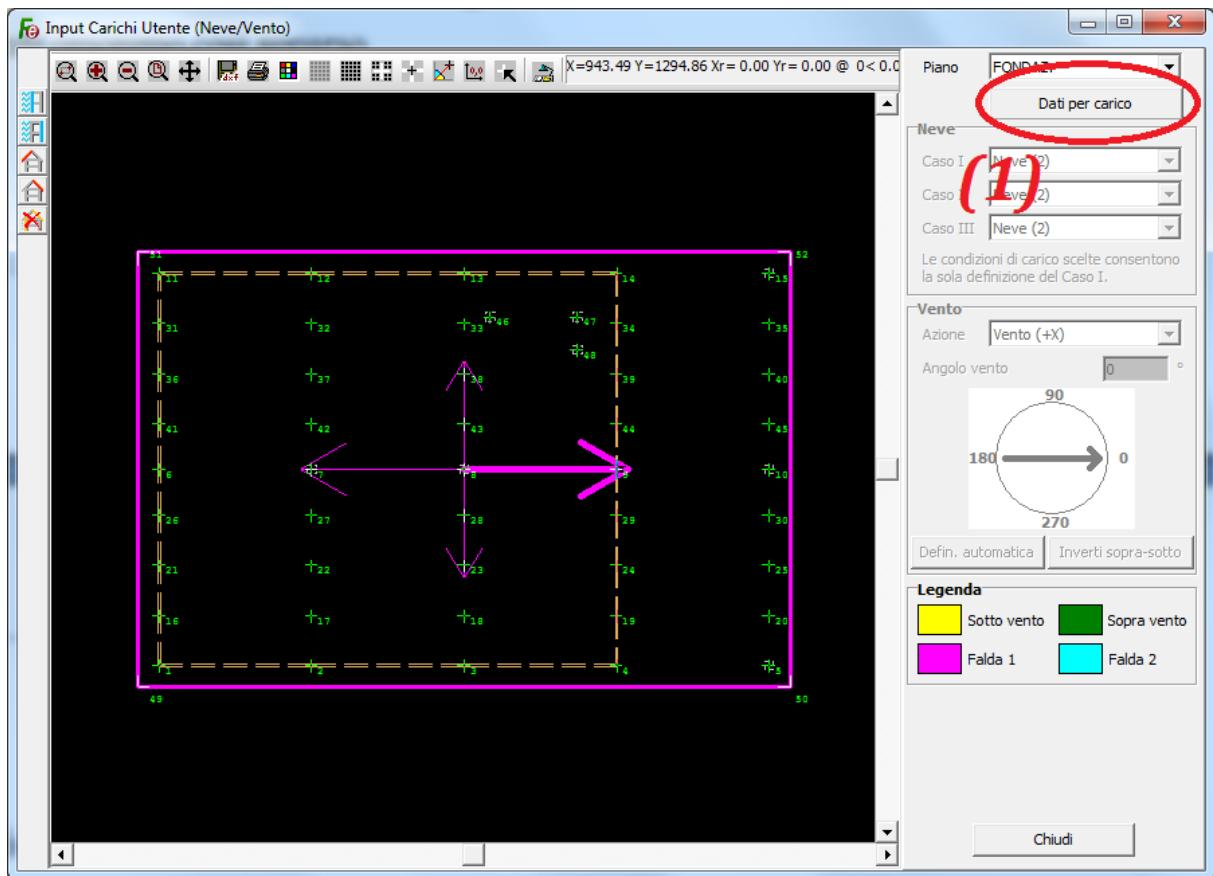

Figura 36
Nell'ambiente principale di FaTA-E (Figura 36) cliccare il tasto “*Input definizione carichi utenti (Neve/Vento)*” (1).